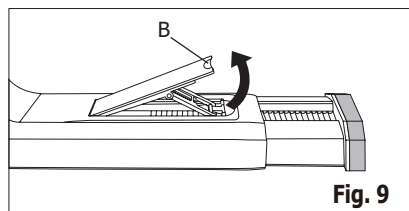

Fig. 9
1. Åbn vinduesrammen, og løft låsehåndtaget til vinduesskydesættet (Fig. 9)